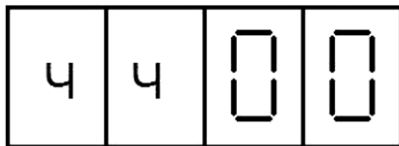

Рис. 10
8. Затем, нажав на кнопку SB2 "Выбор", выводят на индикаторы цифры ранее установленных часов и нули на индикаторах минут — 4400 (рис. 10),